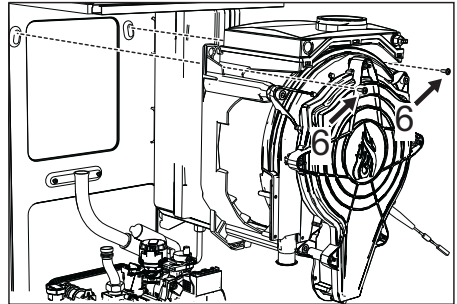

fig. 50
- Scoateți cele 2 șuruburi **superioare „6”** de fixare a schimbătorului de cadru (fig. 50)